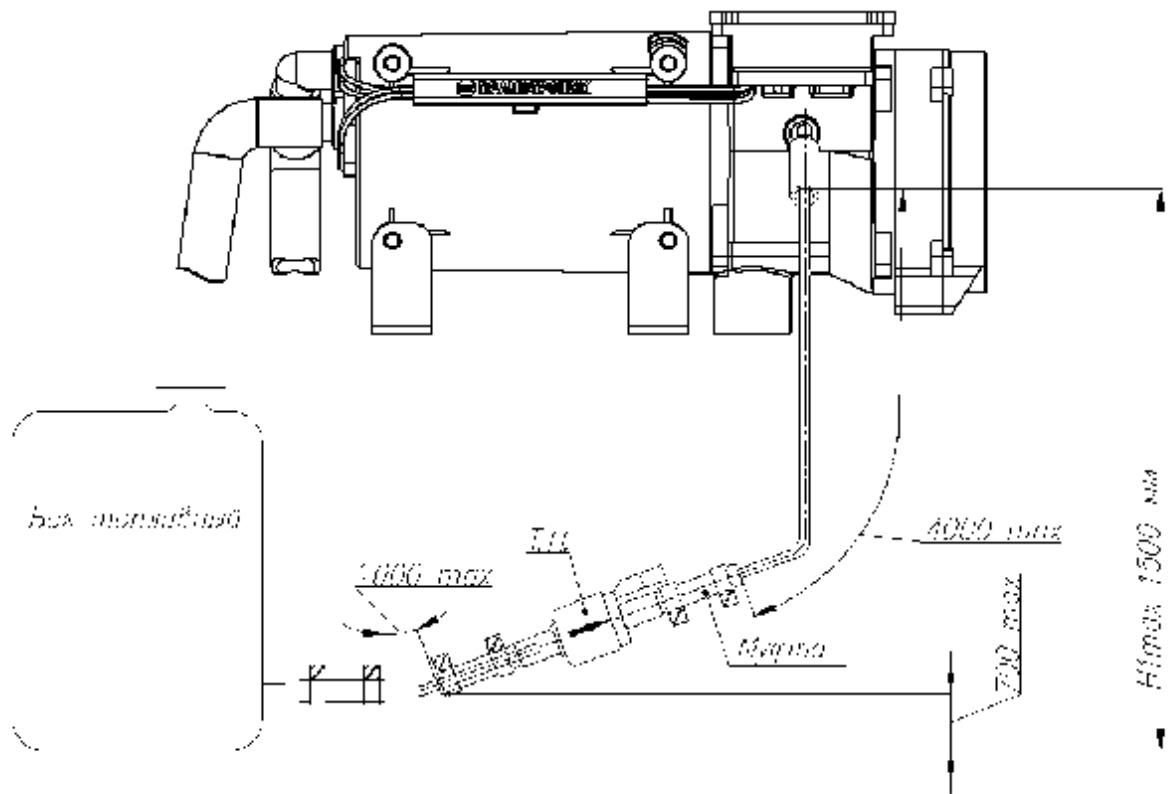
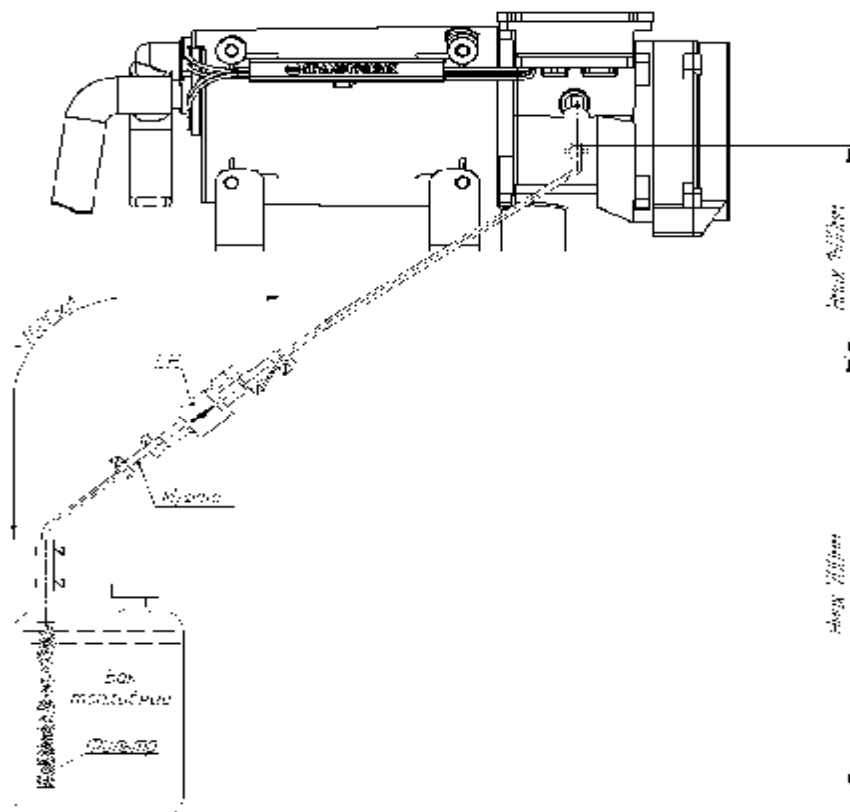

Рис.6 Схема монтажа топливной системы подогревателя с индивидуальным топливным баком
Рис.7 Схема монтажа топливной системы подогревателя с забором топлива из топливного бака автомобиля
- подогреватель предпочтительней располагать выше максимального уровня топлива в топливном баке (см. рис. 6, рис.7);
Схемы относительного расположения топливного бака, топливного насоса и подогревателя показаны на рис.6 и рис.7